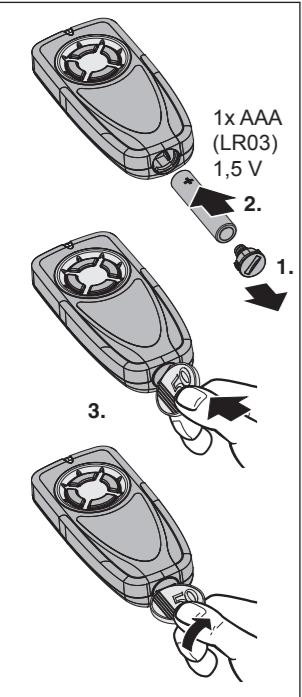

Fig. 2
3.1 Batterie wechseln / einlegen (Fig. 2)
3.1 Batterij vervangen / plaatsen (fig. 2)